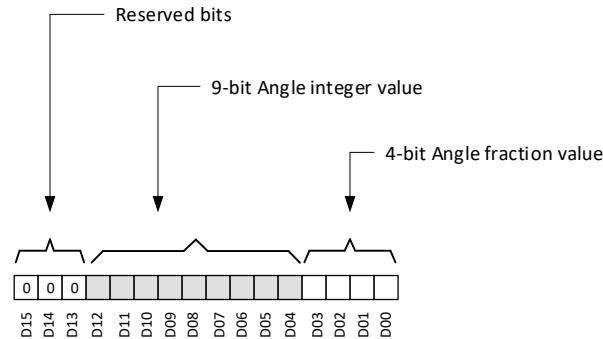

图 7-8. 角度数据定义
TMAG5170 根据 `ANGLE_EN` 寄存器位设置计算角度。图 7-8 显示了 `ANGLE_RESULT` 寄存器将角度信息存储在 13 个 LSB 位中。位 D04 至 D12 存储 0 至 360 度的角度整数值。D00 至 D03 位存储角度分数值，分辨率为 1/16 度。3 个 MSB 位始终填充为 b000。TMAG5170 CORDIC 提供 1/4 度的角分辨率。如果需要更高的角分辨率，可以使用外部 CORDIC。根据方程式 7 来计算角度。
- $D_i$  是图 7-8 中所示的数据位。